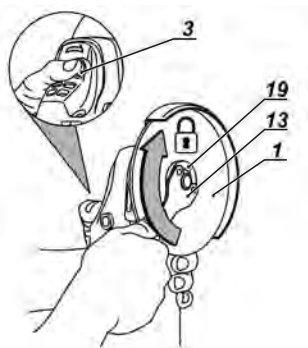

Fig. 6 – Montagem do disco na máquina
5. Trave o eixo da máquina pressionando o botão trava do eixo (3) e aperte a flange externa (19) no eixo com a chave (13), Fig. 6.